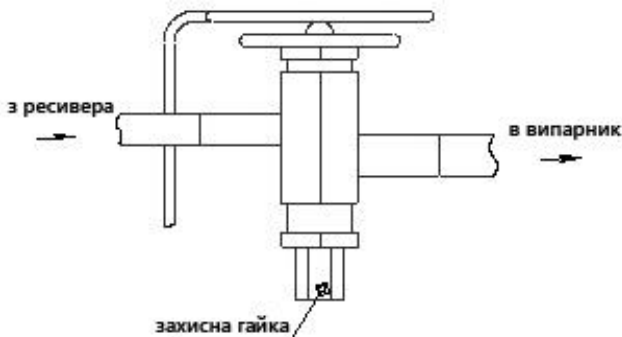

Рисунок 24 - Терморегулюючий вентиль
**5.12** При нештатній роботі випарника (при недостатньому перегріві або, навпаки, при перегріві парів холодоагенту після випарника понад 10 K) необхідно провести налаштування ТРВ (рисунок 24).